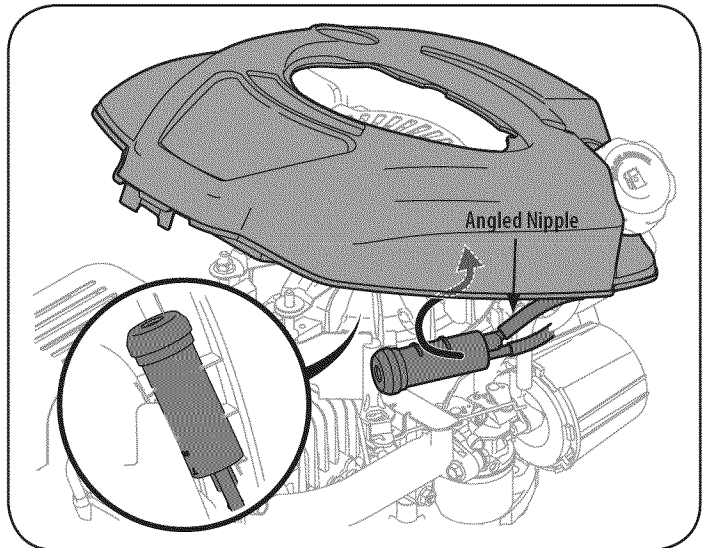

Figura 21
- Vuelva a colocar la lata de carbono conjunto del filtro en su lugar debajo del motor interior cubierta. Ver la Figura 21 recuadro.